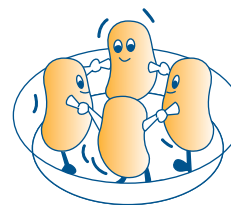

fig. 10
- 7) Niet de openingen voor de luchtingang belemmeren. En vooral niets bovenop de oven zetten en nagaan dat de openingen voor de afvoer van lucht en stoom (geplaatst aan de bovenkant, onderkant en achterkant van het apparaat) NOOIT BELEMMERD worden (fig. 10).
- 8) In het midden van de aangegeven cirkel de houder (L) plaatsen en hierop de draaischijf (I) plaatsen. De pin (D) moet op zijn plaats komen te zitten in het midden van de draaischijf.
- 5) Indien er meerdere porties van hetzelfde voedsel bereid worden, bijvoorbeeld gekookte aardappelen, verdient het aanbeveling deze in een **ronde** schaal te leggen om een gelijkmatige bereiding te verkrijgen (fig. 10).